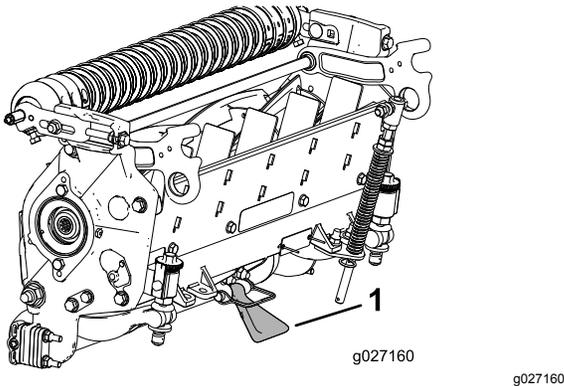

Figure 10
**Important:** Vérifiez que les écrous à l'arrière des vis de réglage de la barre d'appui ne reposent pas sur la surface de travail ; utilisez la béquille (Figure 10).